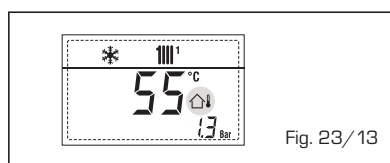

Fig. 23/13
- INTERVENCIÓN TERMOSTATO DE SEGURIDAD PRIMERA ZONA MEZCLADA "ALL 20" (fig. 23/14)